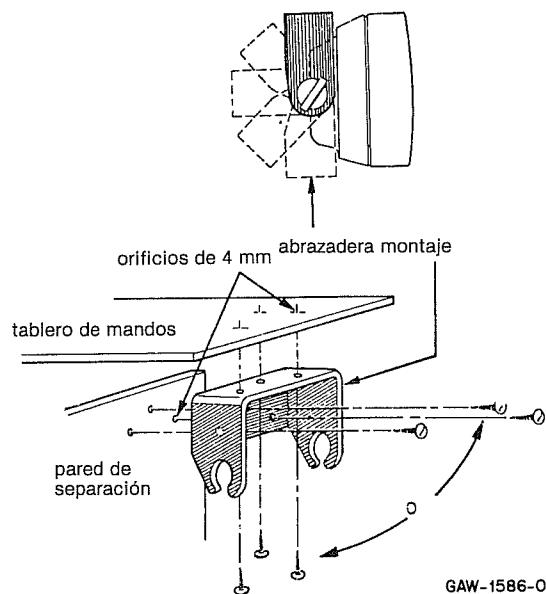

Figura 5
- (1) Sacar el altavoz del estribo de suspensión después de soltar los dos tornillos de suspensiόn.
- (2) Escoger un lugar adecuado para montar el altavoz.
- (3) Usar la abrazadera como plantilla de taladrar para marcar las tres perforaciones en el lugar previsto para la instalaciόn.
- (4) Marcar con el punzón y hacer cuatro agujeros de 4 mm de diámetro.
- (5) Asegurar la abrazadera mediante los tornillos rosca que facilitamos (Figura 5).